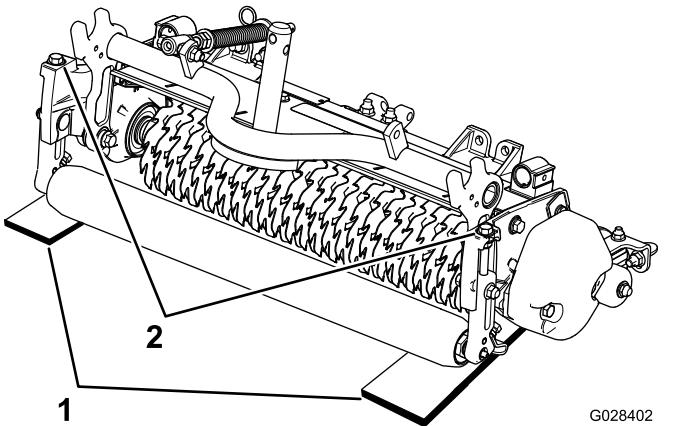

Рисунок 10
- Разместите две измерительные планки, соответствующие требуемой глубине проникновения ножа, под передним и задним роликами барабана вертикуттера, на каждом краю барабана (Рисунок 10).
- Поверните регулировочный болт на каждом кронштейне высоты скашивания (Рисунок 10) таким образом, чтобы ножи вертикуттера касались горизонтальной поверхности по обоим краям.